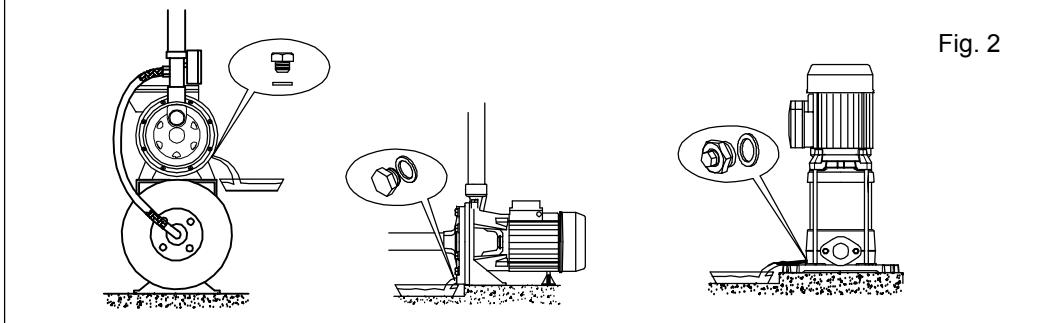

Fig. 3
Pentru funcționarea pompei în aspirație introduceti o valvă de fund cu filtru; în cazul instalării unei pompe autoamorsante, valvă de fund poate fi înlocuită cu o valvă de reținere montată direct pe gura de aspirație. Pentru un mod corect de funcționare al electropompelor, extremitatea tubului de aspirație trebuie să fie introdusă în apă la o adâncime de cel puțin două ori mai mare decât diametrul tubului. Pentru funcționarea sub... introduceți un grilaj. **Fig. 3-**
**Fig. 3-** În cazul electropompelor autoamorsante, pentru înălțimi mari de amorsare-aspirație (mai mari de 5 m, dar mai mici de 9 m), tubul de tur trebuie să aibă o porțiune dreaptă și verticală de cel puțin 1,0 m.